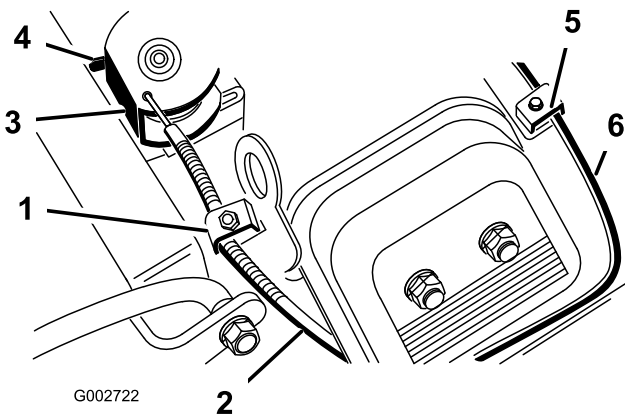

Bild 38
2. Lockern Sie die Klemmschraube des Bowdenzugs, mit der dieser am Motor befestigt ist (Bild 38).
- Ziehen Sie fest am Bowdenzug, bis die Rückseite des Drehzapfens den Anschlag berührt (Bild 38).
- Lockern Sie die Klemmschraube des Chokezugs, mit der dieser am Motor befestigt ist (Bild 38).
- Ziehen Sie fest am Chokezug (Bild 38), bis die Choke-Drosselklappe ganz geschlossen ist; ziehen Sie dann die Klemmschraube des Chokezugs fest.